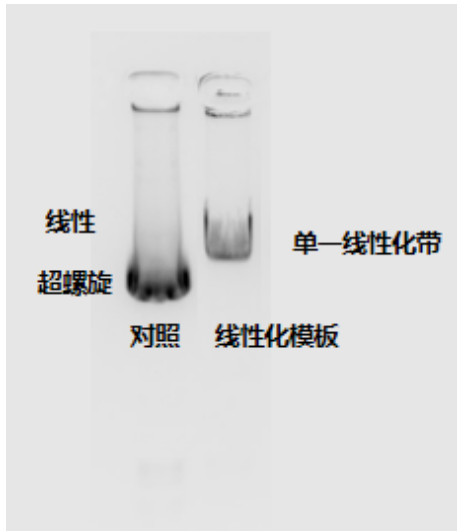
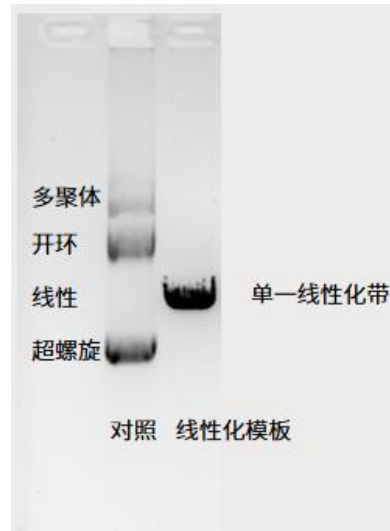

图 1.超螺旋比例较高质粒酶切结果
图 2.超螺旋比例较低质粒酶切结果
- 选择超螺旋比例高的线性化完全质粒用于后续实验，具体可以参考琼脂糖凝胶电泳结果。如下图 1，酶切前的原始质粒超螺旋比例高，酶切后，条带单一，且明亮。如图 2，存在多条带，超螺旋比例不高，IVT 会影响 mRNA 纯度。